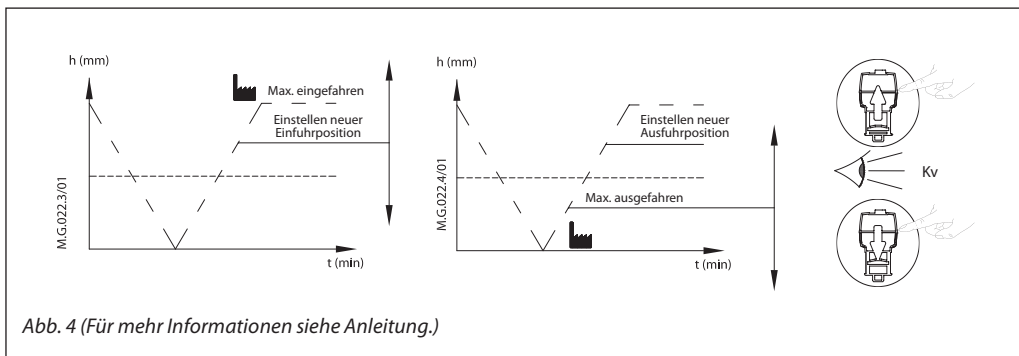

Abb. 4 (Für mehr Informationen siehe Anleitung.)
**DIP-Schalter 5: 100%/95%-Ventilhubbegrenzung (Abb. 4):**